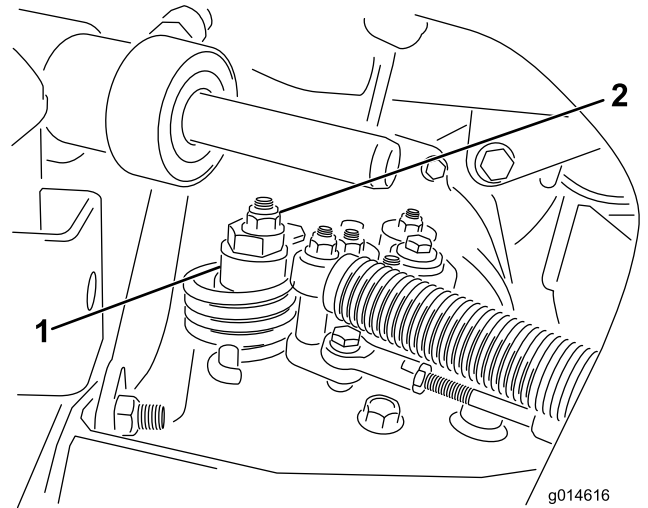

图46
- A. 松开将偏心螺栓固定到静液压泵顶部的螺母（图 46）。
- C. 旋转偏心螺栓、直到不再出现任何方向的缓慢前移。当轮子停止旋转时、旋紧螺母、锁定偏心螺栓和调整（图46）。将油门移至慢速 和 快速 位置，验证调节情况。